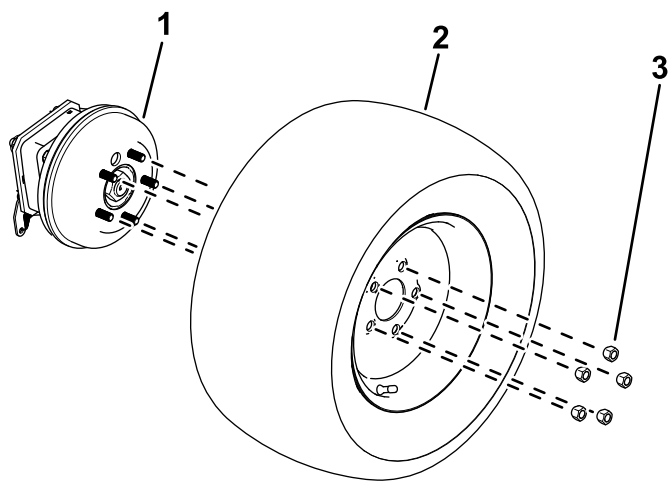

図 10
2. ホイールラグナットをゆるめて外す 図 10。
3. 各ホイールハブから車輪を取り外す 図 10。
1. 先ほど外したラグナットを使って、タイヤをホイールハブに固定する 図 10。